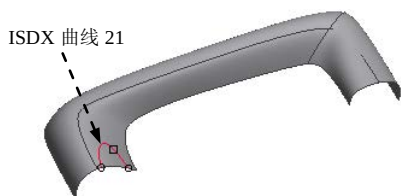

图 8.8.56 创建 ISDX 曲线 21
Step2. 创建图 8.8.56 所示的 ISDX 曲线 21（COS 曲线）。